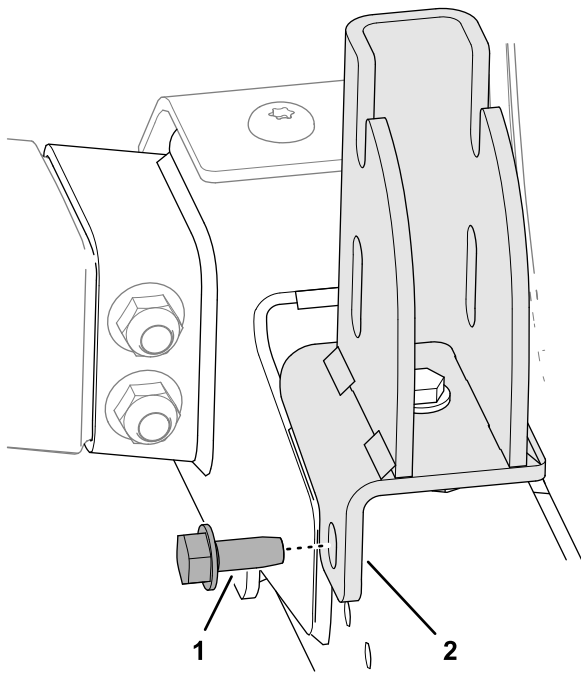

Figura 9
2. Sujete el soporte al lateral del larguero izquierdo del bastidor (Figura 9) con un tornillo con arandela prensada ($\frac{5}{16}$ " x $\frac{3}{4}$ ").